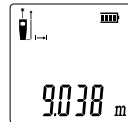

Fig. 5 - Ejemplo de medición
- Para apagar el aparato, presione el botón (4) y manténgalo presionado hasta el visor del aparato apagar.
Conecte el equipo, seleccione la unidad de medida y dirija el punto de láser al lugar donde se realizará la medición. Presione el botón (4) y el resultado aparecerá en el visor del aparato (Fig. 5).